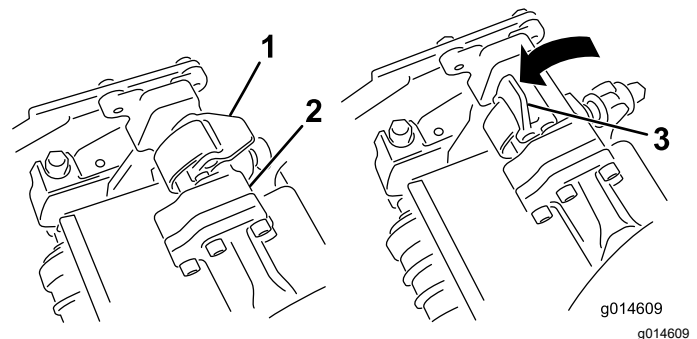

Bild 52
4. Öffnen Sie die Verriegelungen an der Aufhängearmstange (Bild 52) und drücken Sie den Aufhängearm nach unten, damit die Stange über beide Neigungsarme am Mähwerk liegt und stellen Sie sicher, dass die Verriegelungen unter die Querstange des Mähwerks greifen (Bild 53).
5. Drücken Sie die Riegel nach unten um die Mähwerksstange herum und arretieren sie (Bild 52).
6. Öffnen Sie die Riegel an der Aufhängearmstange des Mähwerks, die Sie entfernen möchten (Bild 52).